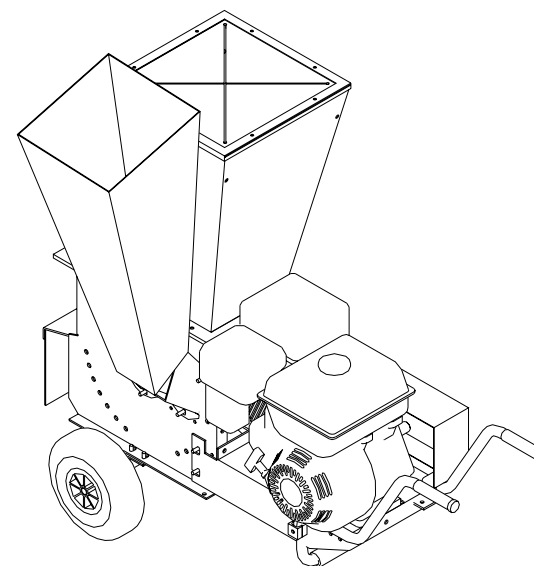

Fig. 11
Utiliser la trémie latérale (fig. 11) pour travailler le matériau ayant de grosses dimensions (branches ϕ plus de 7 cm).
- plier la trémie de la hacheuse (fig. 11) en l'immobilisant à l'aide de l'écrou papillon 1 .